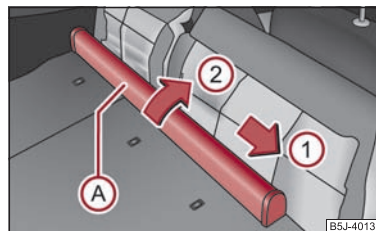

Fig. 67 Sièges AR: Boîtier du filet de séparation
- Poussez le boîtier du filet de séparation (A) ⇒ page 70, fig. 67 en direction de la flèche ① et sortez-le de l'appui du dossier droit en direction de la flèche ②.